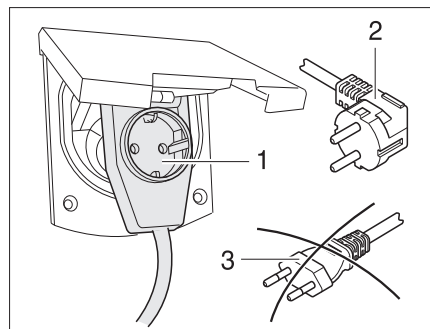

Fig. 99 Conexión a un conector con salida lateral del cable con caja de enchufe
- ▶ Al utilizar un acoplamiento acodado CEE 17, con caja de enchufe incorporada en el lado trasero (Fig. 99,1), emplear únicamente un conector IP 44 de goma impermeable, con contacto protector (Fig. 99,2). No utilizar conector sin contacto protector (Fig. 99,3). ¡Peligro de electrocución!